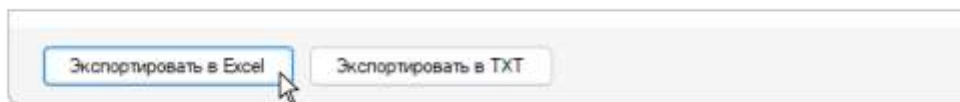

Рисунок 8.6.1 – Экспортировать в Excel
- нажав кнопку **Экспортировать в Excel** для экспорта в файл электронной таблицы .xls (см. Рис. 8.6.1);